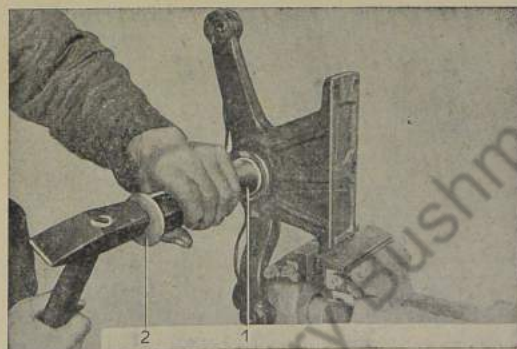

Bild 515: Lagerbolzen aus dem Lagerbock ausschlagen
6. Lagerbolzen aus dem Lagerbock heraus schlagen (Bild 515).